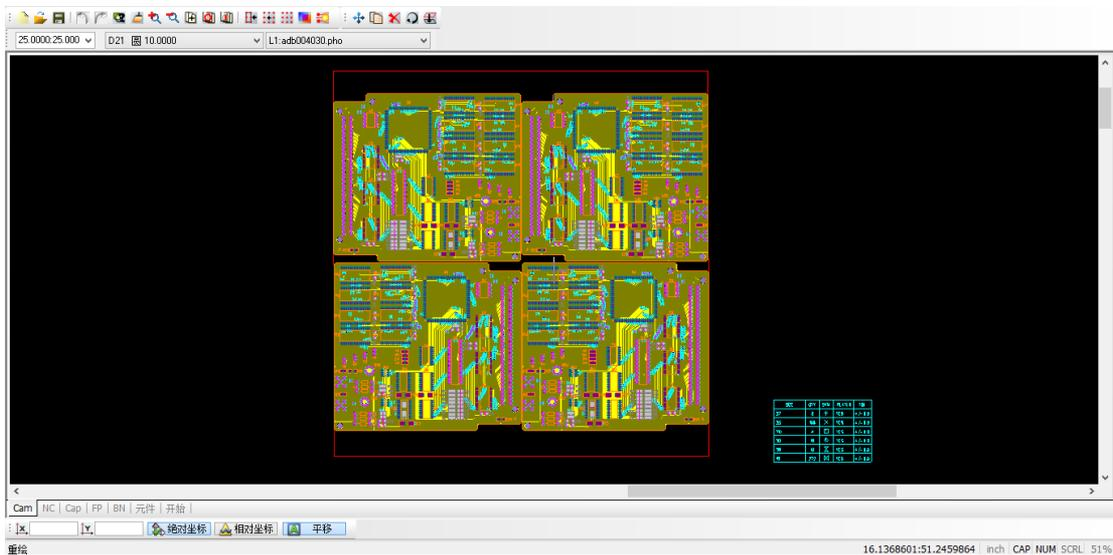

图 17-45 添加边后的效果图
(4) 在右侧边框处单击鼠标左键，再单击鼠标右键结束添加线段，如图 17-45 所示，这样就完成了边的添加。